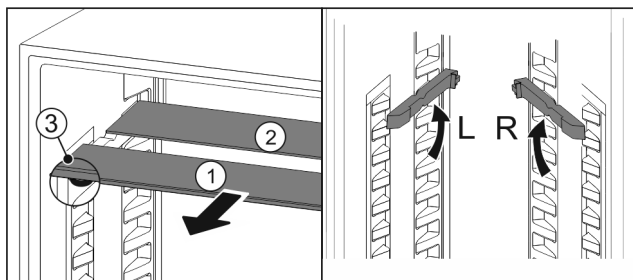

Fig. 133
- Sortir les tablettes par l'avant Fig. 133 (1).
- La tablette en verre Fig. 133 (1) avec bordure décorative est située à l'avant.
- Les butées Fig. 133 (3) sont orientées vers le bas.